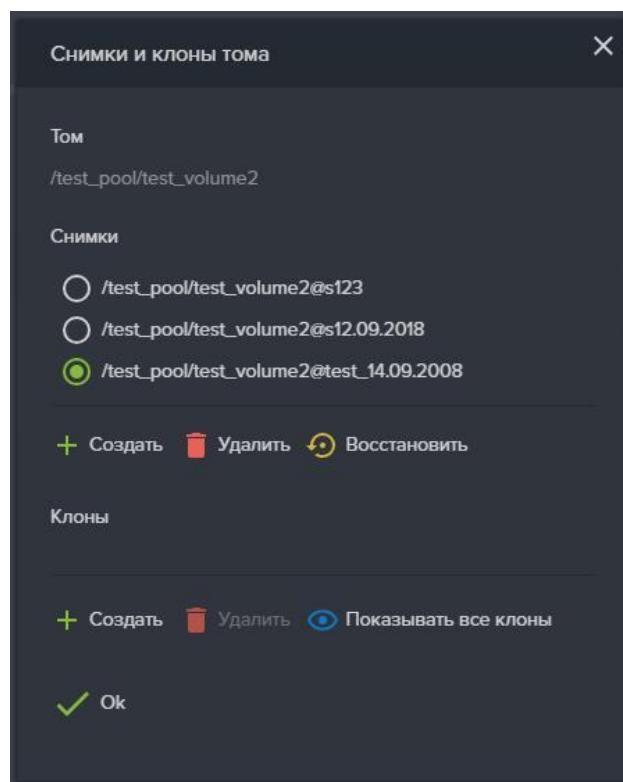

Рисунок 84 – Окно снимков и клонов тома со списком снимков
3. В области «Снимки» открывшегося окна выберите нужный снимок и нажмите на кнопку «Восстановить» (см. Рисунок 84).